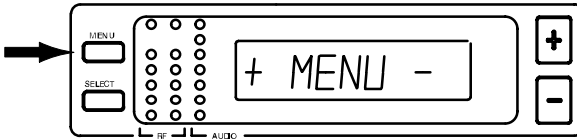

ABBILDUNG 25
- Die MENU-Taste drücken. Die „+ MENU –“ Anzeige erscheint (Abbildung 25).